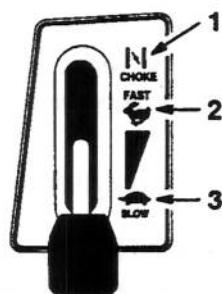

Fig. 10
4. Spostate la leva del gas in posizione arricchitore ("CHOKE") (Fig. 10).
6. Quando il motore si avvia, spostate lentamente la leva del gas in posizione "FAST"(marcia) (Fig. 10). Se il motore si ferma o non si avvia correttamente, riportate la leva su arricchitore ("CHOKE") per alcuni secondi; portate quindi la leva del gas su "FAST". Se necessario, ripetete questa procedura.
1. Spostate la leva del gas in posizione "SLOW" (Fig. 10).